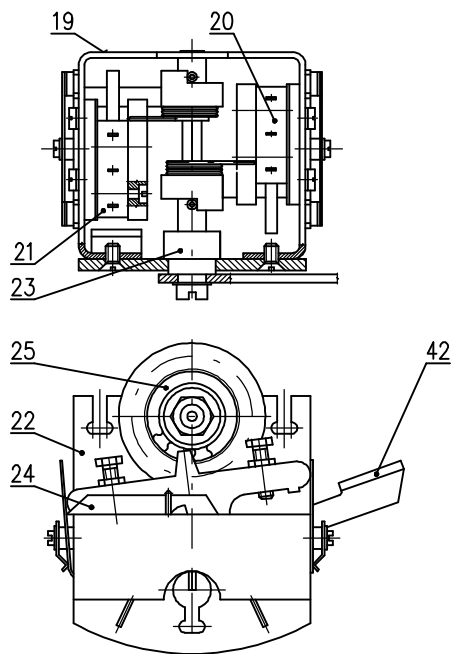

Рис. 7
Моментное устройство (рис. 7) представляет несущую балку, на которой размещены выключатели S1 (20) и S2 (21). На валике (23) размещены выключающие рычажки (24), которые при помощи пружины удерживают выключатели в присоединенном состоянии вплоть до момента, когда происходит поворот валика от привода моментного выключателя.